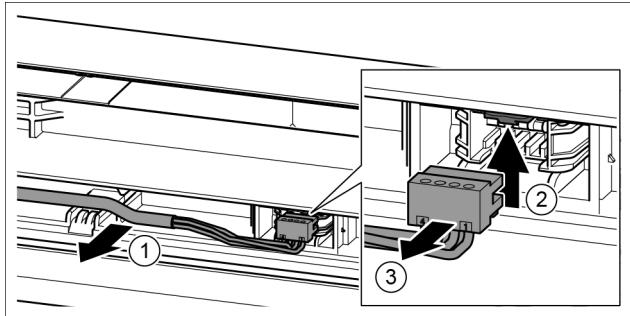

Fig. 19
- Graues Kabel vorsichtig aus der Führung in der Tür lösen. *Fig. 19 (1)*
- Lasche nach oben drücken. *Fig. 19 (2)*
- Stecker vorsichtig herausziehen. *Fig. 19 (3)*